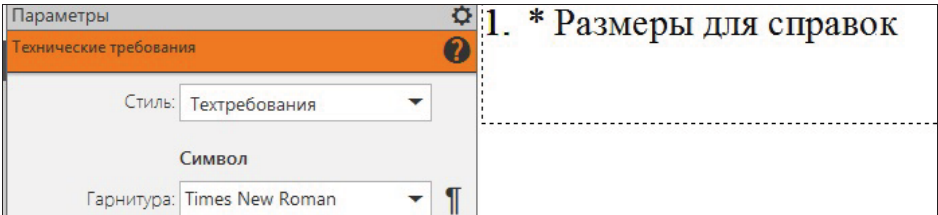

Рис. 14.13. Часть главного окна системы в режиме ввода технических требований
- ♦ из **Строки Главного меню** вызовите команду **Оформление ► Технические требования ► Задать/Изменить** — система перейдет в режим ввода технических требований (рис. 14.13). С левой стороны появится панель **Параметры: Технические требования** в режиме ввода текста, а с правой стороны — окно для ввода/редактирования текста. Основные отличия данного режима — это оранжевый цвет вкладки и заголовка панели **Параметров** и значок режима